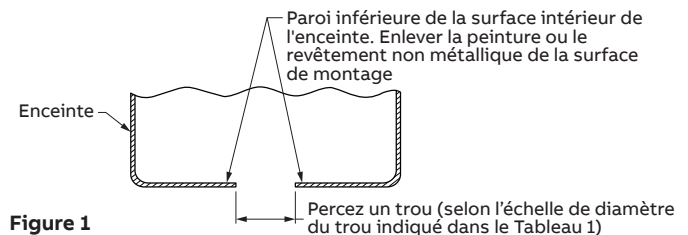

Figure 1
1. Locate the bottom inside surface wall of the enclosure to be drained, see Figure 1.
2. Drill a hole (per hole diameter in Table 1) at the bottom point in the enclosure ensuring clearance from enclosed wires and equipment, then de-burr the edges of the hole removing any sharp edges. Remove paint or non-metallic coating from mounting surface where the locknut will be mounted to facilitate dome drain bonding to metal surface, see Figure 1
1. Localisez la paroi inférieure de la surface intérieure de l'enceinte qui doit être drainée, voir figure 1.
2. Percez un trou (selon l'échelle de diamètre du trou indiqué dans le Tableau 1) à l'endroit le plus bas de l'enceinte en assurant le dégagement des fils électriques à l'intérieur de l'enceinte. Débavurer les bords du trou afin d'éliminer tous bords tranchants. Enlever la peinture ou le revêtement non métallique de la surface de montage afin de faciliter l'adhérence du bouchon de drainage à la surface métallique, voir la figure 1.